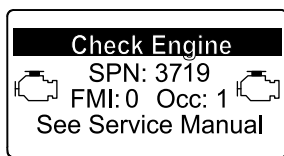

Figura 58
- Avvertenza motore SPN 3719, FMI 0 (Figura 58)